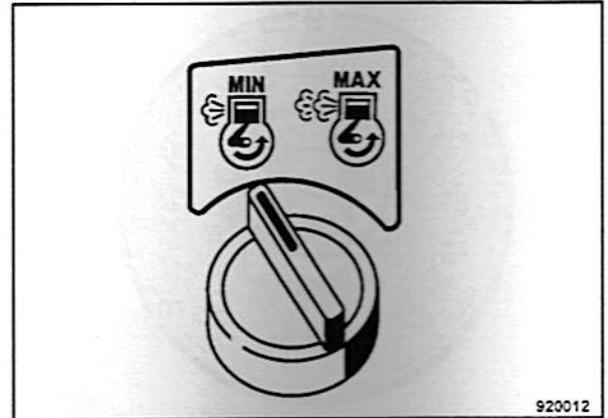

Fig. 62
- Para calentarse el motor hay que colocar el conmutador giratorio para la velocidad del motor (Fig. 62) hacia la izquierda a "MIN".